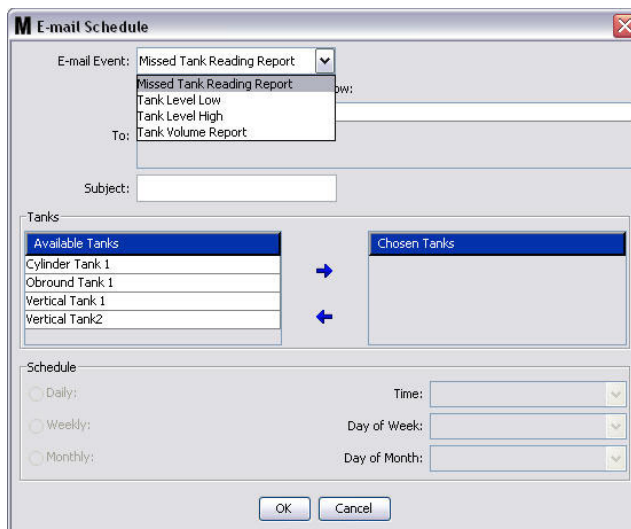

FIG. 141
1. Haga clic en el botón Nuevo cronograma para mostrar la pantalla de configuración de Cronograma de correo electrónico que se representa en la FIG. 141.
2. Aparecerá la pantalla Cronograma de correo electrónico representada en la FIG. 141 de la página 107. Cuando haya terminado de hacer los cambios, haga clic en Aceptar para cerrar la pantalla y guardar los cambios.